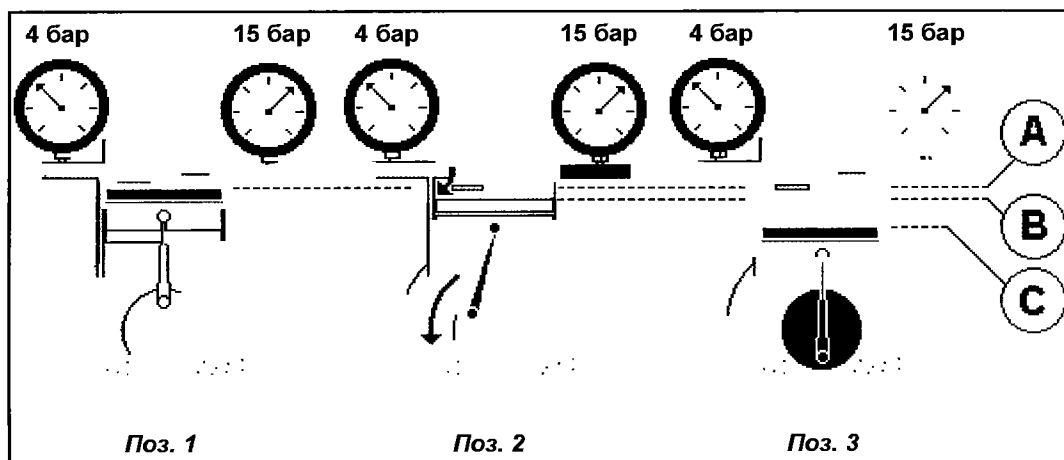

Рис. 9.1.
Рассмотрим три позиции на рис. 9.1, показывающие ход поршня холодильного компрессора при всасывании.
- Поз. 6.** Поршень возвращается в верхнюю мертвую точку. *Вредное пространство цилиндра содержит точно такое же количество паров при давлении 15 бар, что и в поз. 1 на рис. 9.1.*